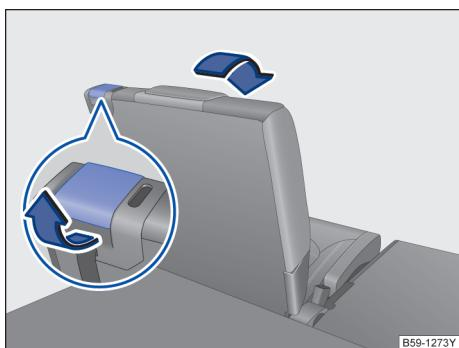

图 86 将第三排座椅翻折为载货位置
- 将物品从后座椅前后的脚部空间移除→①。
- 将解锁拨杆→图 86 向后拉到底，即可解锁后座椅靠背。
- 靠背锁定后应看不见解锁拨杆→图 86 上的红色标记。
- 如果能看到解锁拨杆→图 86 上的红色标记表明后座椅靠背未正确卡止。务必检查，当后座椅靠背处于垂直位置时，是否绝对看不到此红色标记。